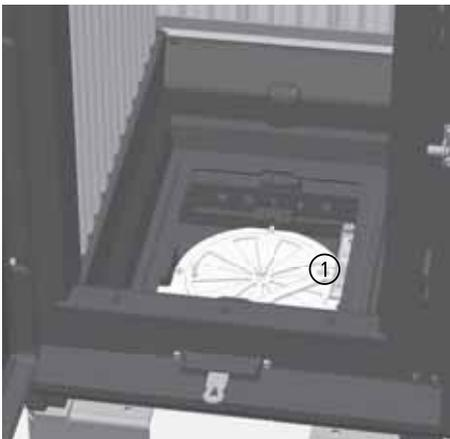

Abb. 8.2 Position des Geräteschildes
Das Geräteschild befindet sich seitlich unter dem Guss-Bodenrahmen ①, es kann zum Ablesen heraus geschwenkt werden ② (Abb. 8.2, Abb. 8.3).